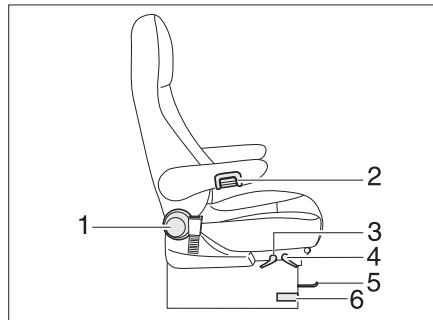

Fig. 86 Asiento del conductor y del acompañante
- Presionar o tirar la palanca para girar los asientos (Fig. 86,6). El asiento se desbloquea.